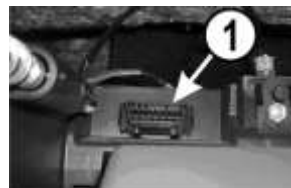
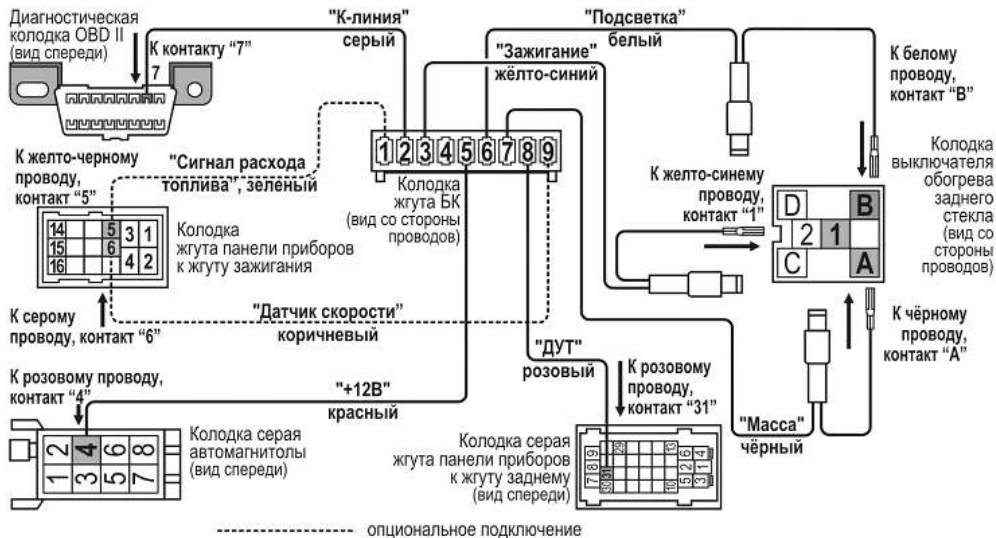

Рис.8 Диагностическая колодка
Рис.5 Схема подключения
**3.1.8** Отсоедините колодку выключателя обогрева заднего стекла и произведите подключения согласно **рис.5**:
**3.1.11** Протяните серый провод К-линии из жгута до диагностической колодки (поз.1, **рис.8**), (находится внутри вещевого ящика слева (поз.3, **рис.2**)) и подключите его к диагностической колодке согласно схеме подключения (см. **рис.5**).